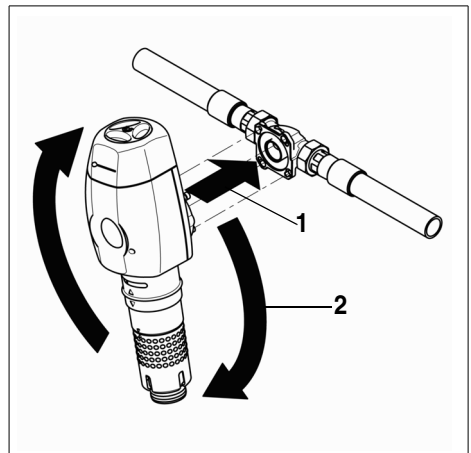

Abb. 4: Montage JUKO-EC
- Die Köpfe der vier Flanschschrauben M6 x 25 in die Bajonettbohrungen am Einbaudrehflansch stecken (siehe Abb. 4).
- Die Hauswasserstation im Uhrzeigersinn bis zum Anschlag drehen (siehe Abb. 4).